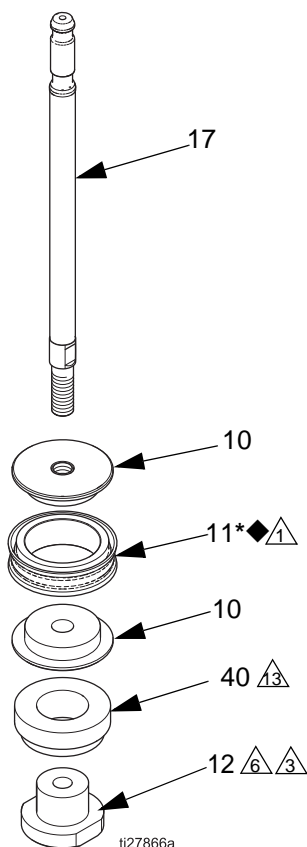

FIG. 2. Monte ou desmonte o pistão (Apenas modelos de 1000 cc, 1500 cc e 2000 cc)
1. Apenas modelos de 1000 cc, 1500 cc e 2000 cc: Coloque as metades do pistão (10) em torno do lacre do pistão (11* ◆). Consulte a FIG. 2 na página 7.